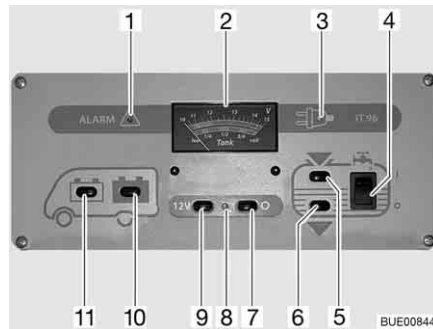

Fig. 158 Pannello di controllo IT 96-2
L'interruttore principale a 12 V (Fig. 158,7 e 9) inserisce o disinserisce il pannello di controllo e l'alimentazione a 12 V dell'abitacolo.
Accensione: ■ Premere l'interruttore (Fig. 158,9) "12 V": L'alimentazione a 12 V dell'abitacolo è inserita. La spia di controllo (Fig. 158,8) diventa verde.
Spegnimento: ■ Premere l'interruttore (Fig. 158,7) "O": L'alimentazione a 12 V dell'abitacolo è disinserita. La spia di controllo (Fig. 158,8) si spegne.
Per l'indicatore volt/serbatoio (Fig. 158,2) leggere la scala superiore. L'indicatore si illumina automaticamente appena viene premuto un interruttore.
- Premere l'interruttore (Fig. 158,11) "☰": Viene indicata la tensione della batteria di avviamento.
- Premere l'interruttore (Fig. 158,10) "☷": Viene indicata la tensione della batteria dell'abitacolo.
Per l'indicatore volt/serbatoio (Fig. 158,2) leggere la scala inferiore. L'indicatore si illumina automaticamente appena viene premuto un interruttore.
- Premere l'interruttore (Fig. 158,5) "": Viene indicato il livello del serbatoio dell'acqua.
- Premere l'interruttore (Fig. 158,6) "": Viene indicato il livello del serbatoio delle acque grigie.
- Premere in alto l'interruttore a bilico (Fig. 158,4) "I": L'alimentazione idrica è accesa.
- Premere l'interruttore a bilico in basso (Fig. 158,4) "O": L'alimentazione idrica è spenta.
La spia luminosa rossa "ALARM" (Fig. 158,1) inizia a lampeggiare non appena la tensione della batteria dell'abitacolo scende al di sotto di 11 V (misurazione durante il normale esercizio) con conseguente rischio che la batteria si scarichi troppo.
La spia di controllo a 12 V (Fig. 158,8) si accende non appena l'interruttore principale a 12 V (Fig. 158,9) viene inserito.
La spia gialla di controllo a 230 V (Fig. 158,3) si accende quando all'ingresso della centralina elettrica è presente una tensione di rete.